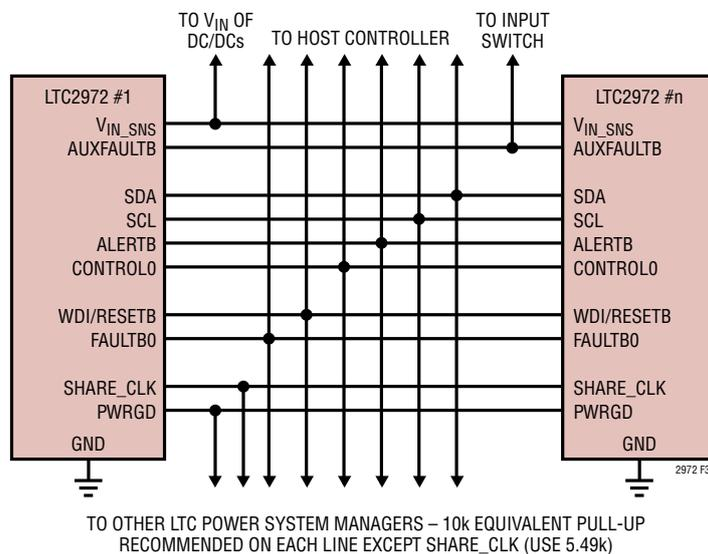
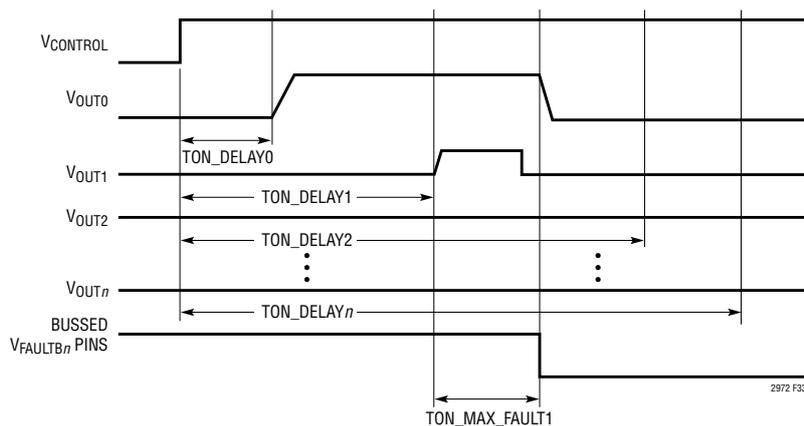

図32. アナログ・デバイセズの複数のパワーシステム・マネージャ間の標準的な接続
図33. チャンネル1短絡のために中断されたオン・シーケンス
複数のLTC2972のピンを標準的な配列で相互接続する方法を図32に示します。
- FAULTBの配線はまとめて結線してフォルトへの依存性を作り出すことができます。図32に、いずれかのFAULTBにフォルトがあった場合にその他全てを“L”にする構成を示します。このようにすると、いずれかのチャンネルで電圧が発生できなかった場合に起動シーケンスを中断することが望ましいようなアレーを形成するときに役に立ちます(図33参照)。
- PWRGDはMFR_PWRGD_ENコマンドでマッピングされた出力のステータスを反映します。図32では全てのPWRGDピンが相互接続されていますが、どの組み合わせを使用することもできます。